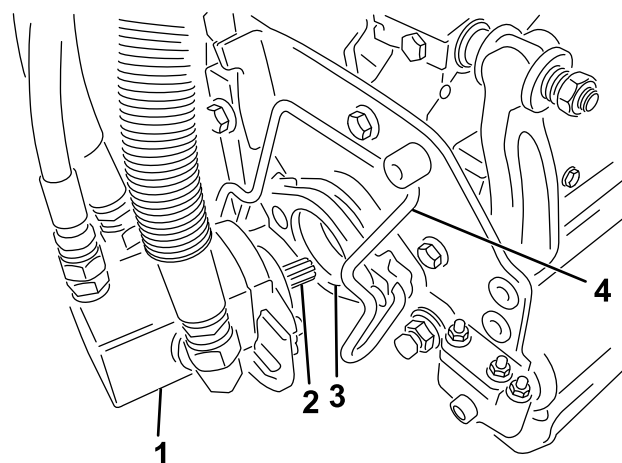

図 46
5. カuttingユニット用モータのスプラインシャフトにきれいなグリスを塗りつける図 46。
6. モータを、カuttingユニットの左側運転席から見てに取り付け、カuttingユニットについているモータ固定バーを、モータの上から被せるようにセットし、モータの左右から「カチッ」というロック音が聞こえるまで押し下げる図 46。